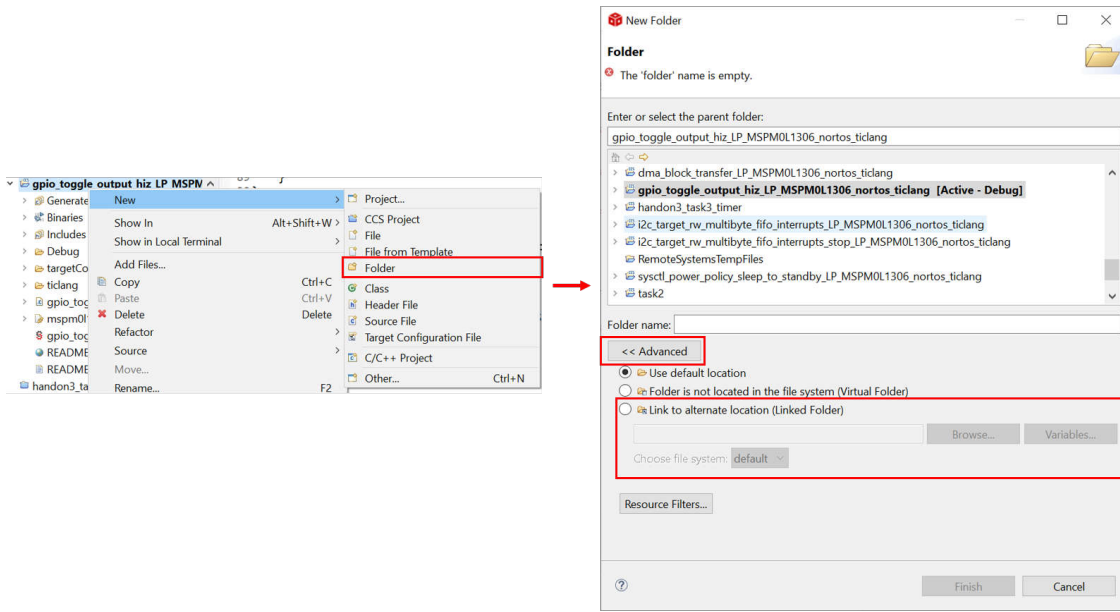

图 2-32. 添加相关文件
7. 如果用户要添加第三方库，可按照以下步骤操作。首先，必须将相关文件添加到工程中，如图 2-32 所示。